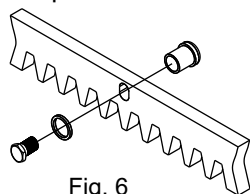

Fig. 6
**5.2.** fissare ad ogni elemento di cremagliera i nottolini di supporto mediante le relative viti di bloccaggio, avendo cura di posizionarli nella parte superiore dell'asola (Fig. 6);